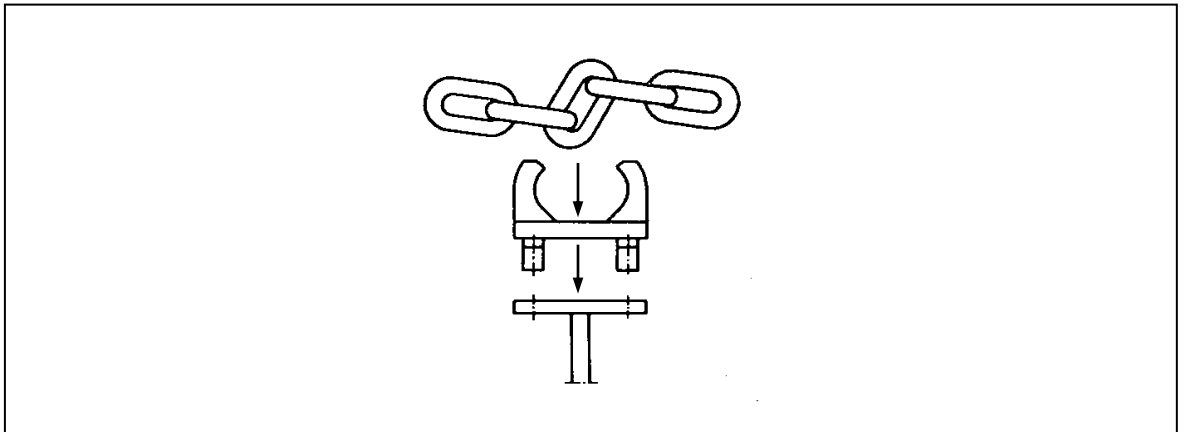

Bild 4
2. Kettenglieder in horizontaler oder vertikaler Ebene zusammenschieben und Steckmitnehmer ausführen (Bild4).